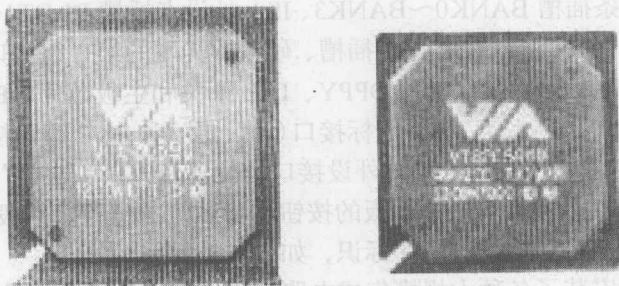

图 1-6 北桥和南桥
按照在主板上排列位置的不同, 通常分为北桥芯片和南桥芯片, 如图 1-6 所示。北桥芯片提供对 CPU 的类型与主频、内存的类型与最大容量、ISA/PCI/AGP 插槽、ECC 纠错等的支持, 南桥芯片则提供对 KBC (键盘控制器)、RTC (实时时钟) 控制器、USB、Ulira DMA/33 (66) 和 ACPI (高级能源管理接口) 等的支持。其中北桥芯片起着主导性的作用, 也称主桥 (Host Bridge)。除了最通用的南北桥结构外, 目前芯片组正向更高级的加速集线架构发展, 它将一些子系统 (如 IDE 接口、音效、Modem 和 USB 接口) 接入主芯片, 能提供比 PCI 总线宽一倍的带宽, 达到了 266Mb/s。Intel 的 8xx 就是这类芯片组的代表。